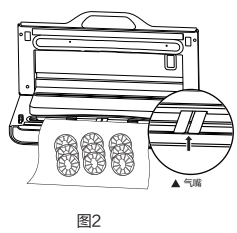

图2
- 光面袋模式将袋口套入气嘴内, 如图2, 并将食物移动至气嘴附近;